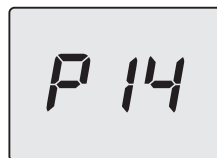

Figura 5.36
- Premere per 1 sec. il tasto 18 (Figura 5.32) per entrare nel parametro selezionato. Il display visualizzerà quanto segue (Figura 5.36).